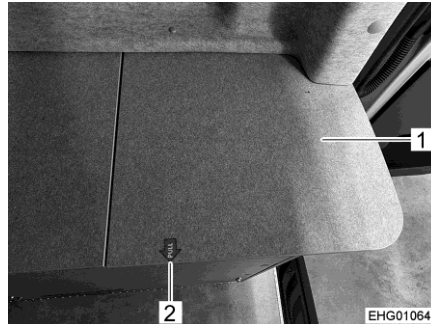

Bild 95 Serviceöppning, stängd
- Dra bort locket (Bild 95,1) i riktning mot gången (observera etiketten "PULL" (Bild 95,2)).
Skjut tillbaka locket (Bild 95,1) till utgångspositionen för att stänga det.